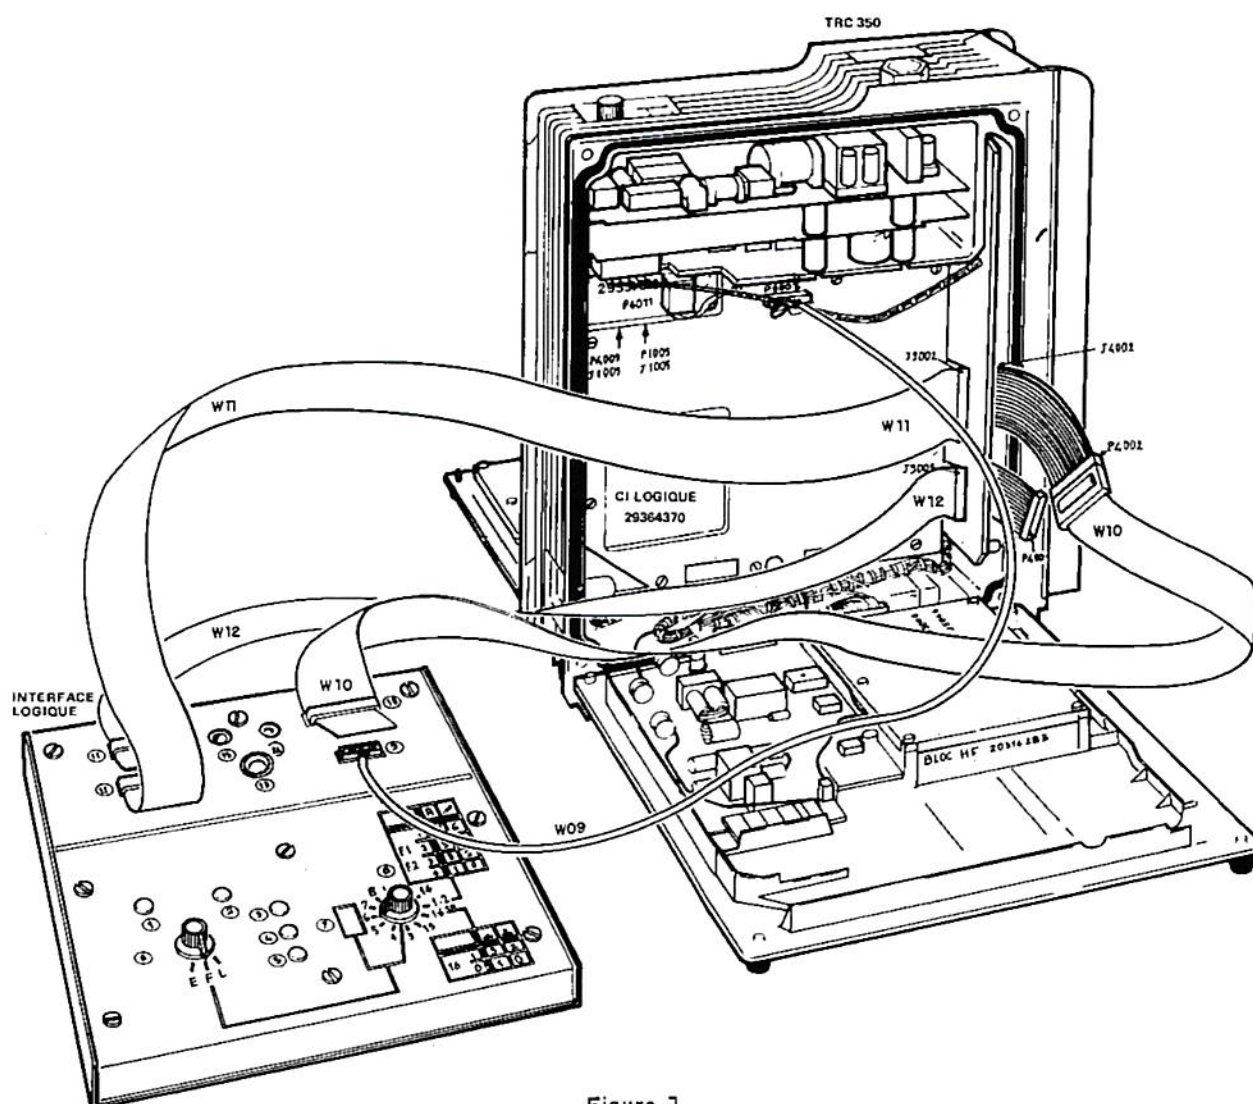

Figure 1
- 1.4 - Interconnecter l'E/R et l'interface logique (fig. 1)